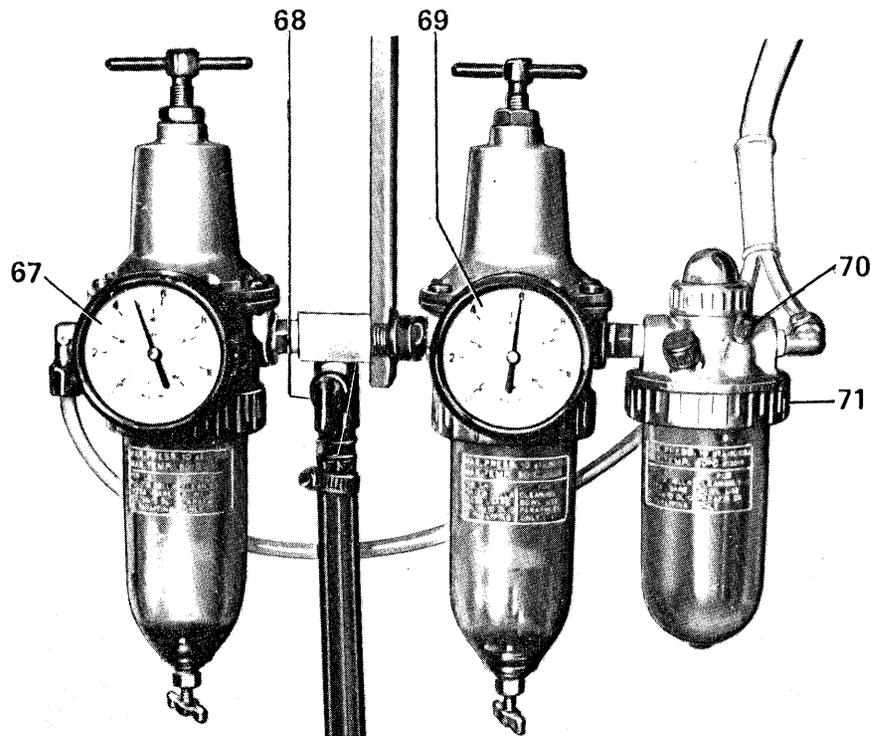

Fig. 25
12. Relier la ligne de l'air comprimé au groupe régulateur (fig.25). Le manomètre (67 fig.25) doit indiquer une pression d'environ 6 atm. (air non lubrifié pour l'alimentation des jets transporteurs, de l'empileur, du dispositif de coupe et du dispositif de refroidissement de l'aiguille).
Le manomètre (69 fig.25) devra indiquer une pression de 6 atm. environ (air lubrifié pour le fonctionnement des soupapes électriques et des cylindres pneumatiques)
Le lubrificateur (71 fig.25) doit être rempli avec de l'huile TERESSO 43, celle qui est employée pour la lubrification des têtes couseuses. Un juste réglage de la lubrification de l'air est obtenu quand en mettant en fonctionnement l'unité, une goutte d'huile descend, visible à travers la coupole, chaque 20–30 cycles de travail; ce réglage s'effectue au moyen de la vis (70 fig.25).
Sur le groupe filtre se trouve en outre une soupape à sphère (68 fig.25) qui sert d'interrupteur pour l'air comprimé.